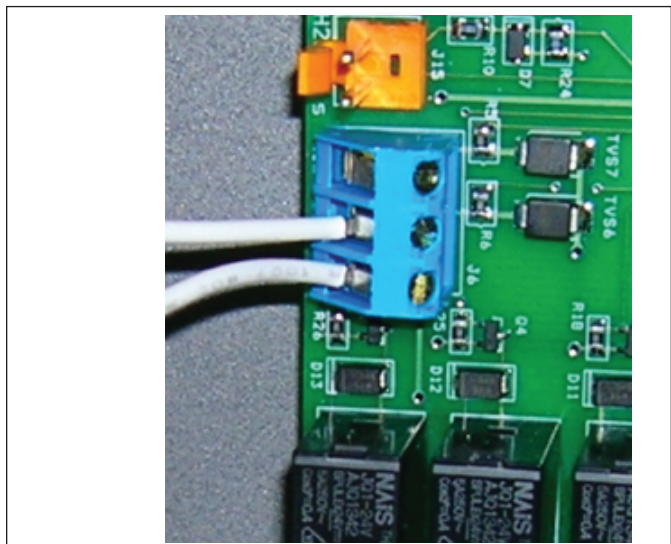

Figure 18. Connexion à AquaLink® RS or TSTAT à distance (Connexion à 2 fils)
4. Connecter le câblage du système de commande de la piscine et du spa à la borne de commande à distance du réchauffeur. Voir Figure 18.